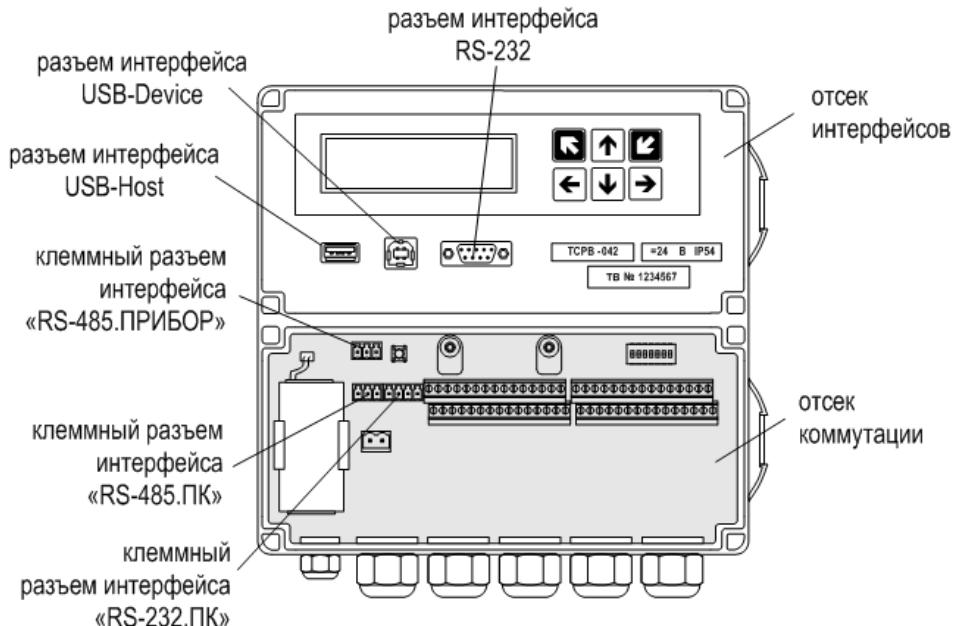

Рис.14. Размещение интерфейсных разъемов тепловычислителя.
6.3.1.1. Для связи с внешними устройствами в тепловычислите преду-смотрены последовательные интерфейсы RS-232, RS-485, USB-Device и USB-Host. Размещение интерфейсных разъемов в отсеках ТВ показано на рис.14 (крышки отсеков условно не показаны).